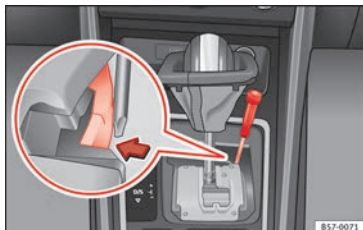

Abb. 58 Wählhebel: Notentriegeln aus der Parkstellung
- Drücken Sie seitlich mit Hilfe des Schraubendrehers auf die gelbe Entriegelungstaste und halten Sie sie gedrückt » **Abb. 58**.